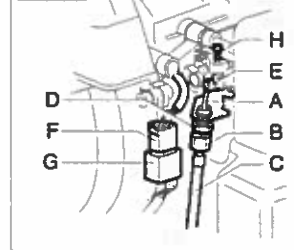
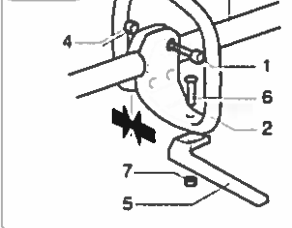

FIG.4
FIG.5
Fig. 4 – Fjern skrue (1) og åbn loophåndtaget (2) for at kunne føre det på røret (3) og spænd det fast med skrue (1) og møtrikkerne (7). Sæt sikkerhedsbøjlen (5) på plads og spænd den fast med skrue (6) og møtrik (7). Håndtaget kan derefter justeres så det passer til brugeren. Fig. 5 – Sæt de to håndtagsdele (1-2) på beslaget (3).